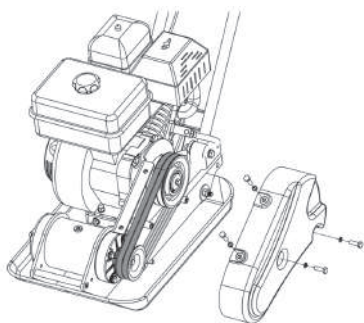

РИС. 17
1. Открутите болты крепления и снимите защитный кожух ремней (Рис. 17).